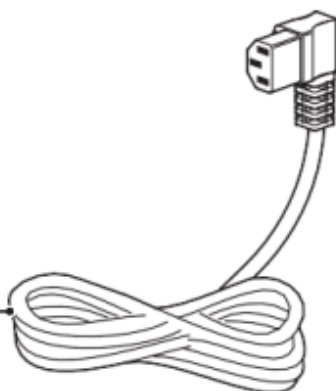

FIG.2
1. Odpojte víko vodní nádržky a naplňte nádržku vodou až po indikátor MAX (Fig. 2). Hladina vody nesmí přesahovat tento indikátor.